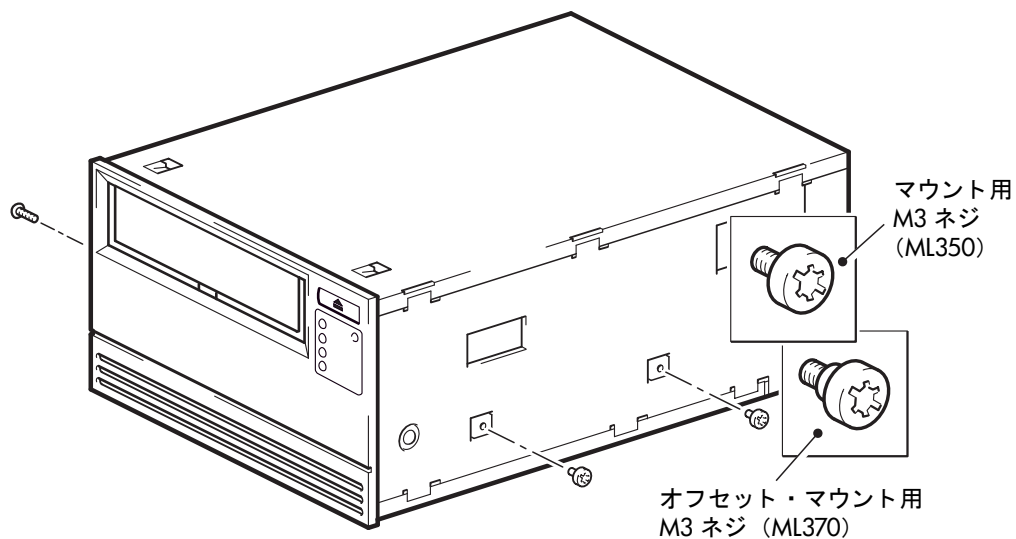

図 5b: 標準的な HP ProLiant 350 または 370 サーバでマウント用ネジを取付ける
- 1 Torx T8 ドライバを使用して正しいレールに取付けます。M3 ネジの別途購入が必要になる場合があります。図 5b のように、ネジを配置します。